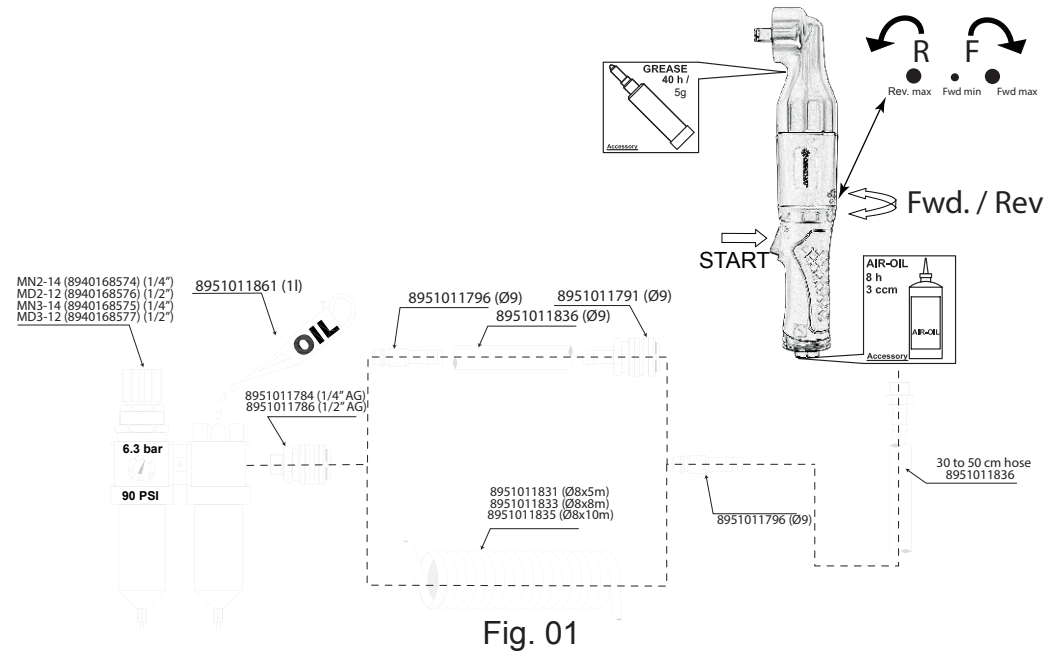

Fig. 01
- Connect device as shown in Fig. 01 to a clean and dry air supply.
- To start the machine, pull the trigger (A). Release the trigger to stop.
- To switch rotation, turn the switch (B) as shown in Fig. 01.
- Use the reverse switch (B) only when the drive spindle comes to a complete stop. Changing the speed before the drive spindle stops may damage the machine.
- To adjust output power, turn the regulator (B) as shown in Fig. 01.
- Raccordez l'appareil à une source d'alimentation en air sec et propre, selon la fig. 01.
- Pour démarrer la machine, appuyez simplement sur la gâchette (A). La vitesse de la machine augmente en augmentant la pression sur la gâchette. Relâchez la gâchette pour arrêter.
- Réglez le sens de rotation grâce au bouton (B) comme sur la Fig. 01.
- Utilisez le commutateur de marche (B) uniquement lorsque l'arbre d'entraînement est complètement arrêté. Changer la vitesse avant que l'arbre d'entraînement se soit arrêté peut endommager la machine.
- Pour régler la puissance de sortie, tournez le régulateur (B) comme le montre la fig. 01.